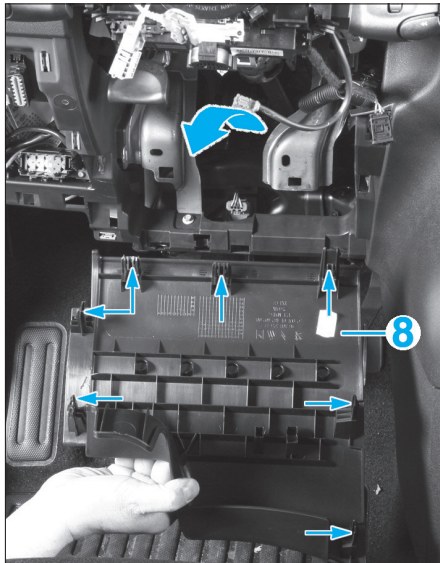

FIG. 9
- la garniture de genoux (8) de la planche de bord côté conducteur (Fig.9).